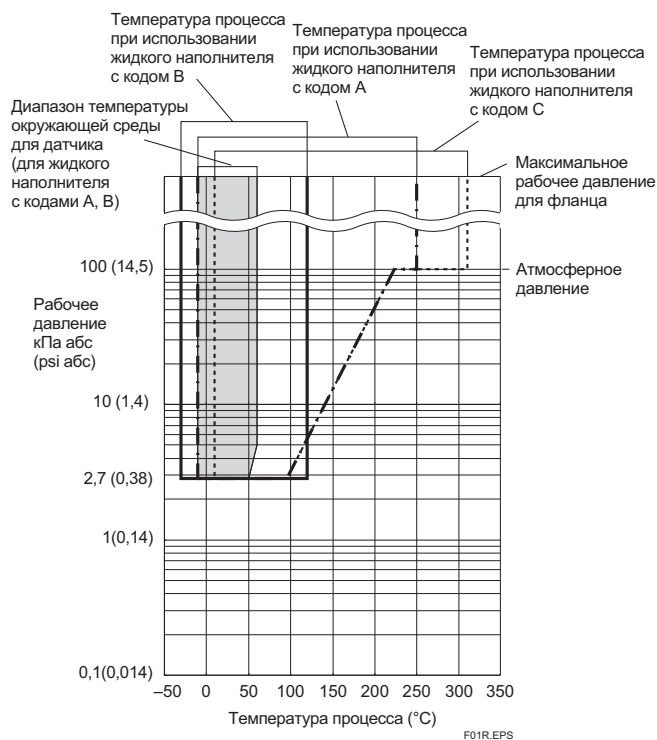

Рисунок 1-1. Рабочее давление и температура процесса (Жидкий наполнитель: силиконовое масло для общего и высокотемпературного применения)
Для атмосферного давления или ниже см. Рис. 1-1 и 1-2.
*1: См. рисунок 1-1 и 1-2 «Рабочее давление и рабочая температура».